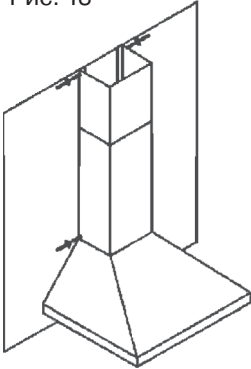

Рис. 14
4. Установите пластмассовый переходной фланец (если он не установлен) на соответствующее место сверху вытяжки с помощью двух шурупов (рис. 14).